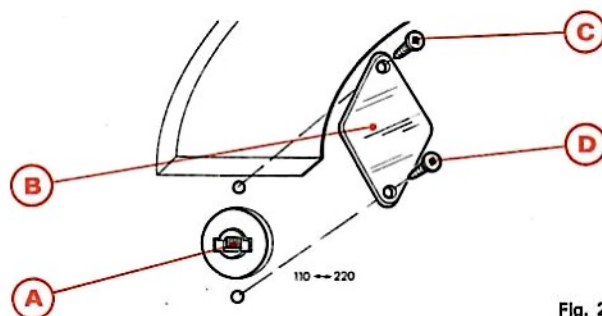

Fig. 2
Votre appareil peut être alimenté à partir d'un secteur dont la valeur est comprise entre 110 et 130 V, 220 et 230 V ; l'adaptation à la valeur du secteur se fait par déplacement de la commande du sélecteur de tensions (A). (Fig. 2).